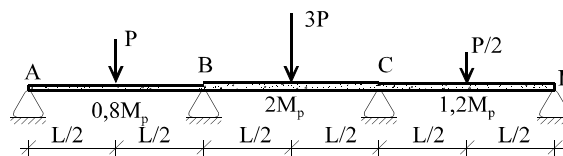

Figura 10
10) La viga continua de la figura 10 tiene distintos momentos de plastificación en cada vano, como se indica en la figura. Se pide: